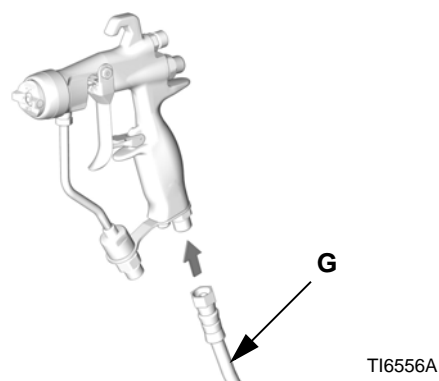

FIG. 2
5. Slut luftslangen (G) til 1/4 npsm-gevindet på pistolens luftindtag. Se FIG. 2.